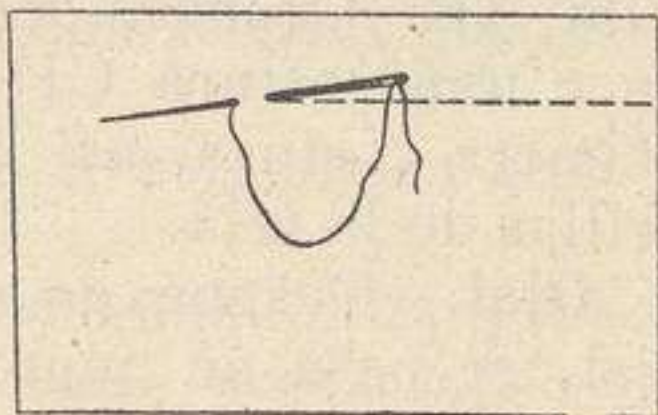

Fig. 3. Pespunte
**Pespunte** (fig. 3).—Es un punto atrás en el que la aguja se vuelve á clavar en el agujero por donde salió primero. El pespunte debe ser regular y los intervalos muy reducidos. En el pespunte, como en todas las costuras de enlace, deben añadirse tres ó cuatro puntadas más atrás del fin de la hebra, para que quede perfectamente asegurada.